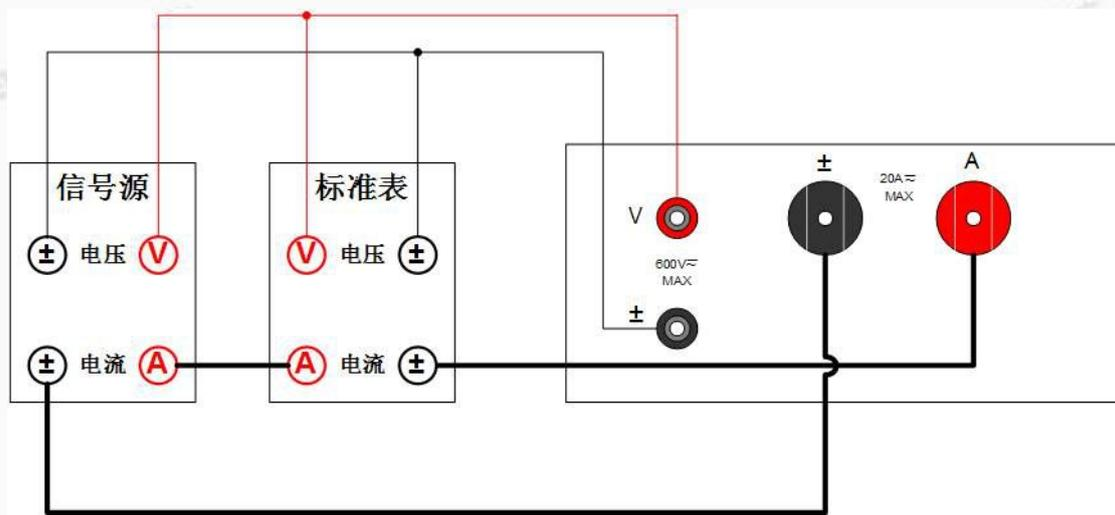

图9.1 PF310/PF310A校准与检验接线图
- (1) 仪器检验接线方法如图 9.1、9.2 所示，正确连接仪器、信号源、标准表。
- (2) 确保信号源输出的电压、电流信号在仪器输入范围内，读取并记录仪器测量的电压、电流、有功功率和频率数据。